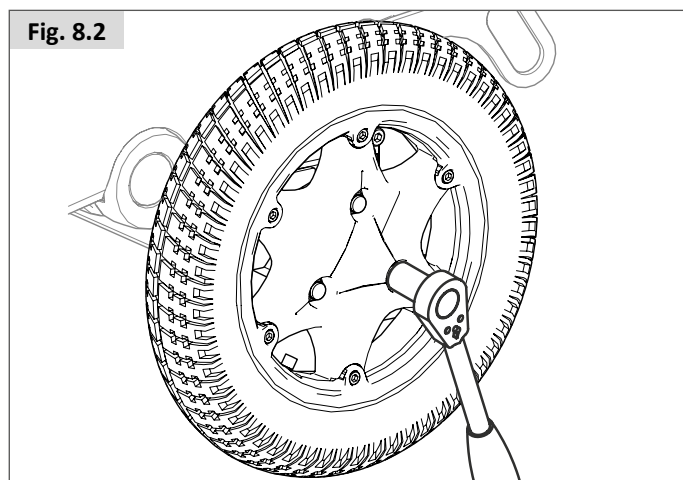

Fig. 8.2
- Utilize uma porca de roda AF de 16 mm para desapertar os pernos de 3 furos (Fig. 8.2).